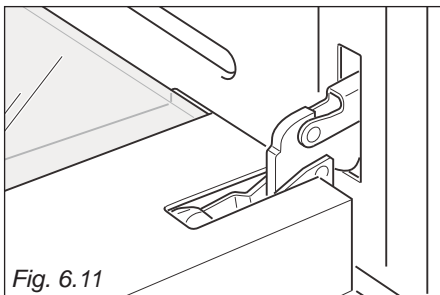

Fig. 6.11
- Ouvrez la porte à fond (fig. 6.11).